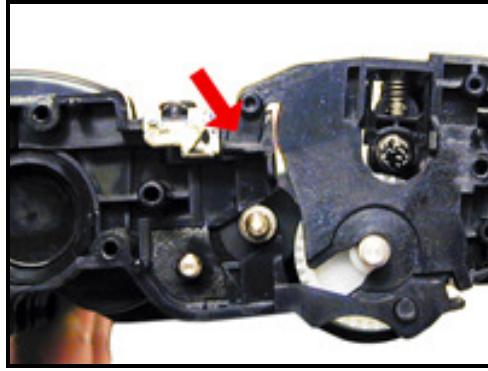

Figura 34
30) Encajar ambas lengüetas de la sección de tolva de desperdicios en la tolva mayor de tóner. Ver Figura 34.